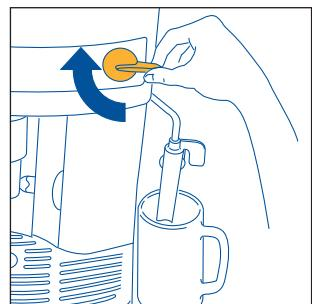
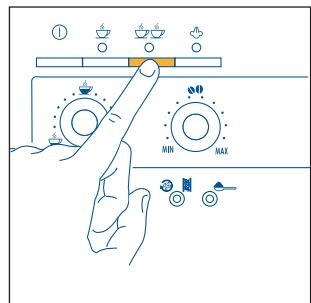
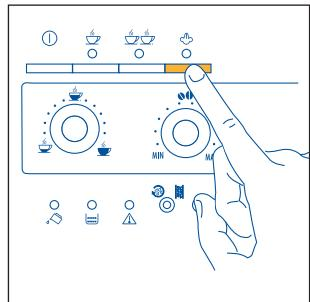
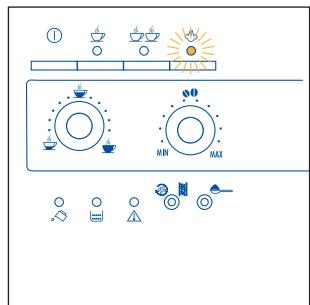

Fig.6
Fig.13
Fig.21
Fig.22
4. Transcurridos algunos segundos, del emulsionador saldrá agua. Cuando la taza se haya llenado con alrededor de 30cc gire el mando de vapor media vuelta hacia la derecha (fig.6) hasta el fondo para que no salga más agua.
- 5) Presione el botón (fig. 12) si prefiere hacer un café o el botón (fig. 13) si prefiere hacer dos cafés. Ahora la máquina moltura los granos, realiza una breve pre-infusión y después completa la erogación en la taza. Una vez obtenida la cantidad de café predeterminada, la máquina detiene la erogación automáticamente y expelle la pastilla en el recipiente de los posos.
NOTA 4: Mientras la máquina está haciendo el café, es posible detener la erogación en cualquier momento presionando el botón  (fig. 12) o  (fig. 13) antes seleccionado.
NOTA 5: ni bien se haya concluido la erogación, si quiere aumentar la cantidad de café en la taza, basta con mantener apretado el botón  (fig. 12) o  (fig. 13) antes seleccionado hasta obtener la cantidad deseada (esta operación debe realizarse transcurridos 3 segundos desde que concluyó la erogación).
- Para interrumpir la salida de agua caliente, gire el mando hacia la derecha hasta el fondo (fig. 6) y coloque el emulsionador en su posición original hacia el centro de la máquina. (Se aconseja no erogar agua caliente durante más de 2 minutos seguidos).
- Luego presione el botón vapor (fig. 21). El piloto (fig. 22) comienza a parpadear para indicar que la máquina se está calentando.
- Una vez alcanzada la temperatura deseada, interrumpa la salida de vapor girando el mando vapor hacia la derecha hasta el fondo (fig. 6). y presione el mando vapor (fig. 21) para desactivar la función vapor.
NOTA 1: después de haber preparado el capuchino y después de desactivar la función vapor presionando el botón vapor (fig. 21), si se presiona el botón (fig. 12) o (fig. 13) para hacer otro café, la máquina tiene una temperatura muy alta para hacer el café (los pilotos verdes y parpadean para indicar que la temperatura no es idónea): es necesario esperar diez minutos hasta que la máquina se enfrie un poco.